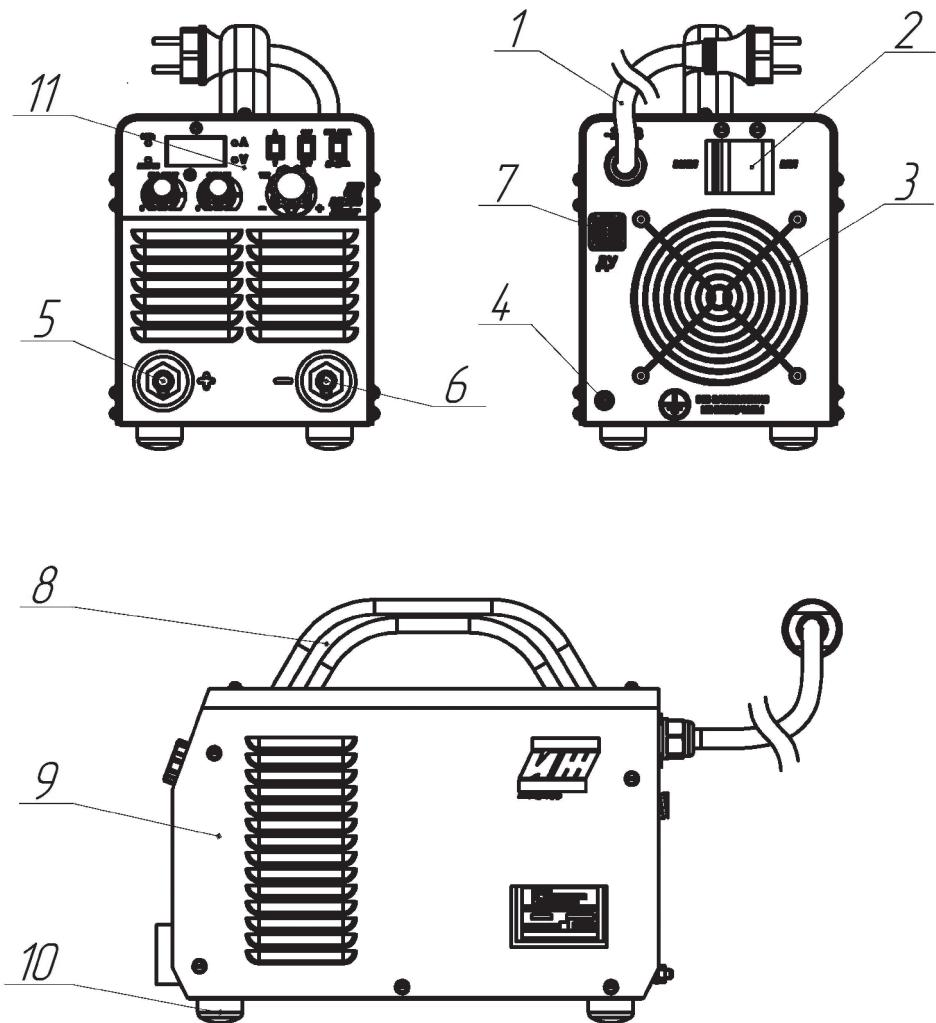
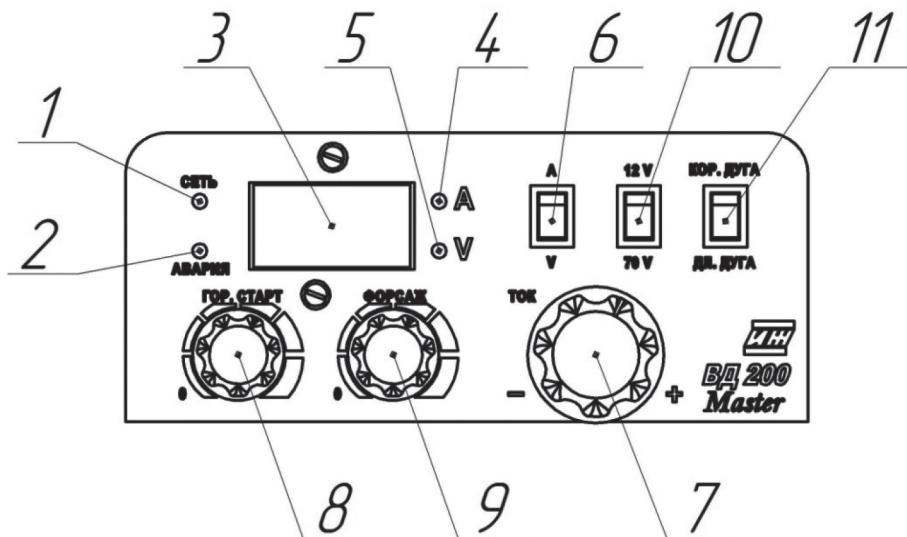

Рисунок 1 – Внешний вид и основные узлы:
Рисунок 2 – Панель управления:
На дисплее выпрямителя (рис.2, п.3) отображается информация об установленном сварочном токе, текущем сварочном токе (токе протекающем непосредственно во время сварки), текущем напряжении и функциях «горячий старт» и «форсаж дуги».
Для того чтобы настроить сварочный ток необходимо установить переключатель отображаемой величины (рис.2, п.6) в положение «A». Загорится индикатор «A» (рис.2, п.4) и на дисплее будет отображаться установленный сварочный ток в Амперах. Изменить установленный сварочный ток можно вращением ручки регулировки тока (рис.2, п.7).
Для того чтобы посмотреть текущее напряжение в сварочной цепи необходимо установить переключатель отображаемой величины (рис.2, п.6) в положение «V». Загорится индикатор «V» (рис.2, п.5) и на дисплее будет отображаться текущее напряжение в сварочной цепи в Вольтах.
Настройки функций «Горячий старт»(HOT-START) и «Форсаж дуги»(ARCFORCE) представлены в виде регулировочных резисторов (рис.2, п.8) и (рис.2, п.9) соответственно, имеющих шкалу на панели управления. Однако более точно их значение отображает дисплей. При вращении ручек регулировки этих функций он автоматически отображает значение изменяемой величины в процентах (от 0 до 100) и через 2 секунды возвращается к показаниям тока или напряжения (в зависимости от настроек пользователя).
Данная функция снижает напряжение холостого хода до уровня менее 12 Вольт для избежания поражения электрическим током во время проведения работ в опасных средах (высокая влажность, металлические ёмкости и т.п.). Активируется переключателем «БСН» (VRD) (рис.2, п.10) в положении «12V». В положении переключателя «70 V» величина холостого хода имеет стандартное значение.
Данная функция предназначена для уменьшения длины сварочной дуги до 2-3 диаметров электрода. Активируется переключателем «Короткая дуга» (рис.2, п.11) в положении «КОР. ДУГА». Рекомендуется для угловых швов или сварки «с отрывом» и т.д. В положении переключателя «ДЛ. ДУГА» дуга имеет длину 4-5 диаметров электрода.
5. Автоматический выключатель выпрямителя (рис.1, п.2) установить в положение «ВЫКЛ»
8. Установить автоматический выключатель выпрямителя (рис.1, п.2) в положение «ВКЛ», проконтролировать работу вентилятора по движению потока воздуха (воздух со стороны задней стенки всасывается в аппарат), работу выпрямителя - по светящемуся индикатору «СЕТЬ» (рис.2, п.1) и светящемуся дисплею (рис.2, п.3). Установить переключатель режима отображения величины (рис.2, п.6) в положение «A». Установить необходимое значение сварочного тока с помощью ручки регулировки тока (рис.2, п.7).